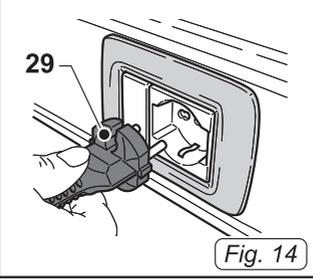

Fig. 14
- Den Stecker (29 Abb.14) in die Steckdose stecken.
- Den Stecker (29 Abb. 14) aus der Steckdose ziehen.